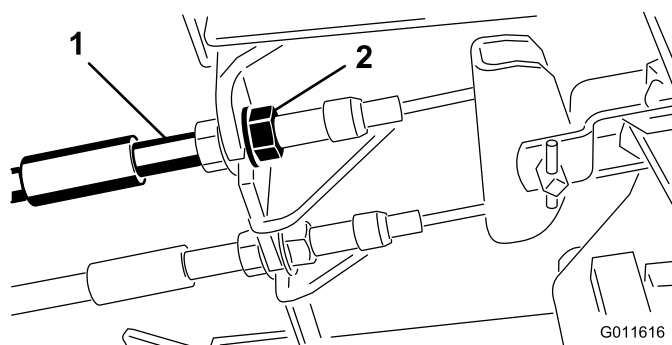

Figura 35
1. Para reduzir a folga dos pedais dos travões, aperte os travões desapertando a porca dianteira que se encontra na extremidade roscada do cabo dos travões (Figura 35).